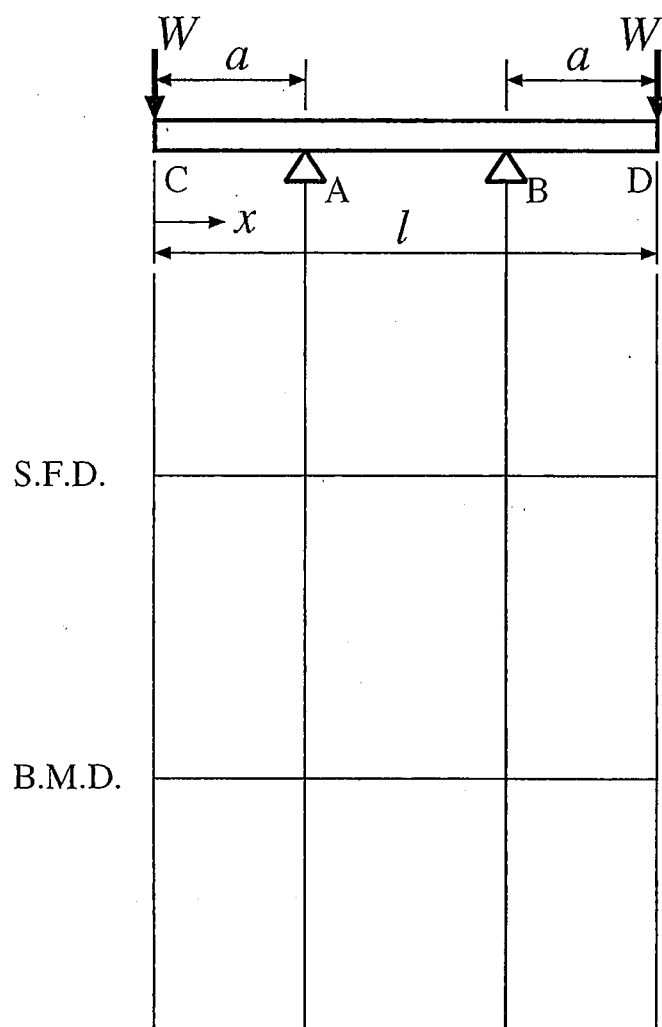

図 3-1
- 3 図3-1のようにスパンの両端に集中荷重 W の作用する単純支持突き出しはりの支点反力 R_A 、 R_B とせん断力 S 及び曲げモーメント M を求め、せん断力図 (S.F.D.) と曲げモーメント図 (B.M.D.) を描け。